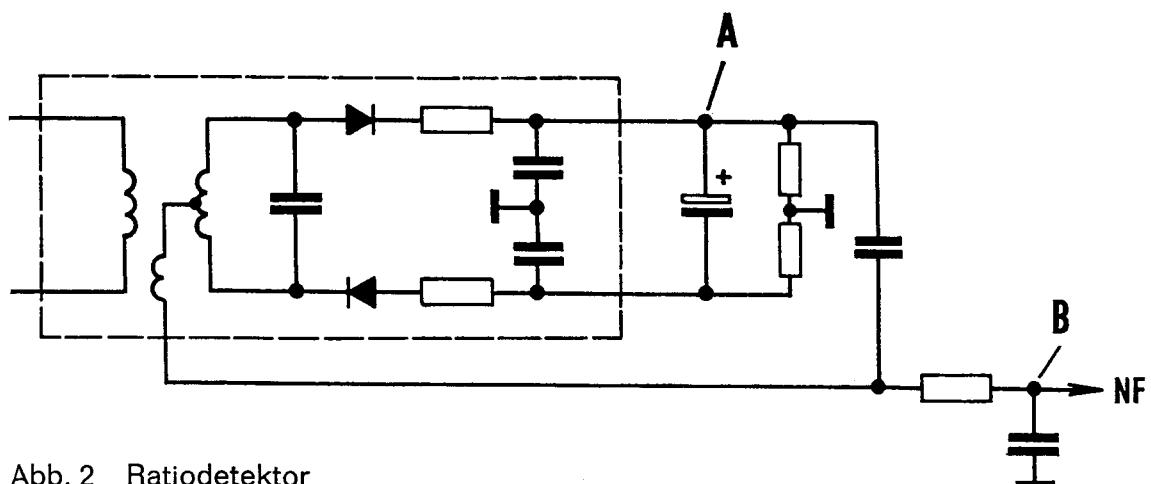

Abb. 2 Ratiotektor
Über einen Entkopplungswiderstand von 200 k Ω ist das Signal auf den Y-Eingang des Oszilloskop (z. B. GRUNDIG G 3/13) auszukoppeln, bei FM am Punkt B der Abbildung 2, bei AM vor dem Klangregelnetzwerk.
Über einen $200\text{-k}\Omega$ -Entkopplungswiderstand ist ein Gleichspannungsröhrenvoltmeter (z. B. GRUNDIG RV 20, UV 4) entsprechend Abb. 2 an Punkt A des Ratiotektors anzuschließen. Die HF-Ausgangsspannung ist so weit zu erhöhen, bis sich der angezeigte Wert trotz weiterer HF-Spannungserhöhung nur mehr unwesentlich ändert. Der Begrenzungseinsatz kann an der Stellung der geeichten Spannungsteiler ⑫ ⑬ ermittelt werden.
Um den Sekundärkreis des Ratiofilters auf größtmögliche Linearität und Symmetrie abzulegen, wird die HF-Ausgangsspannung zweckmäßigerweise durch die Abgleichöffnung im UKW-Agggregat mittels eines Drahtstückes eingekoppelt und für das Sichtgerät eine Spannung über einen 200-Ω-Entkopplungswiderstand hinter dem NF-Ausgang des Diskriminators, z. B. an der Deemphasis (Abb. 2, Punkt B), abgenommen. Dabei wird bei Geräten ohne AM-Unterdrückungstrimmer der Sekundärkreis bei großem HF-Signal auf größte Linearität und Symmetrie innerhalb des 75-kHz-Hubes abgeglichen. Bei Geräten mit AM-Unterdrückungstrimmer wird der Trimmer bei maximalem HF-Signal auf maximale AM-Unterdrückung eingestellt, dann der Sekundärkreis bei geringer HF-Spannung auf größtmögliche Linearität und Symmetrie nachgetrimmt.